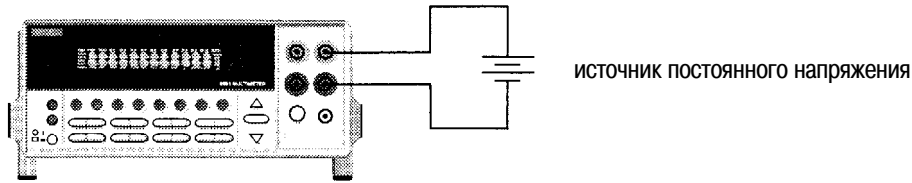

Рис. 6 Измерение постоянного напряжения
4. Подключите измерительные провода к источнику напряжения, как показано на рис. 6 или 7.